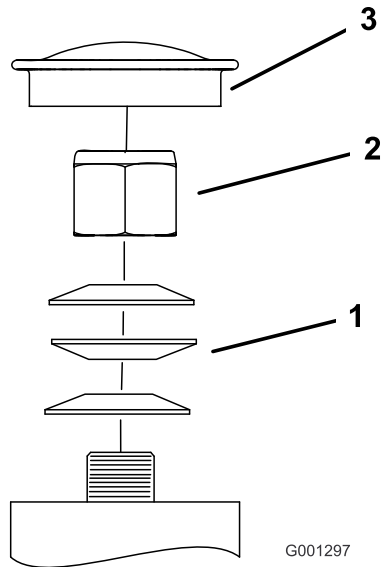

Bild 58
3. Entfernen Sie den Staubdeckel vom Laufrad und ziehen Sie die Sicherungsmutter an (Bild 58).
- Ziehen Sie die Mutter so weit an, bis die Federscheiben flach sind. Drehen Sie dann 1/4 Drehung zurück, damit Sie die Vorlast korrekt auf die Lager verteilen können (Bild 58).
Wichtig: Achten Sie darauf, dass die Federscheiben korrekt wie in Bild 58 dargestellt eingesetzt sind.
- Setzen Sie den Staubdeckel auf (Bild 58).